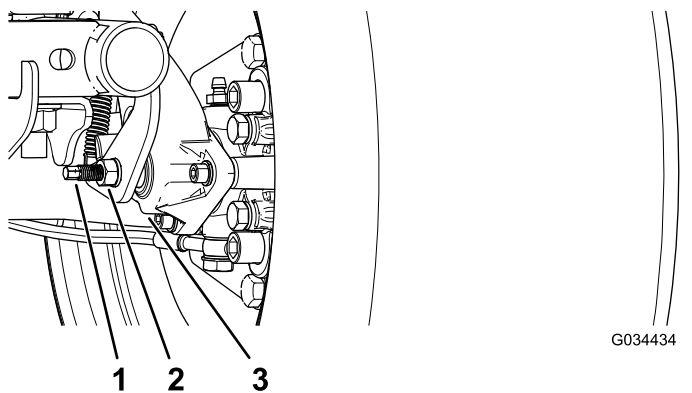

Figura 60
3. Con 2 llaves, sostenga en su sitio el poste de ajuste en la pinza con 1 llave y afloje la contratuerca 1/4 de giro con la otra llave (Figura 60).
4. Mientras sostiene el poste de ajuste y la contratuerca en su sitio, gire el poste hacia dentro para apretarlo (Figura 60).
5. Mientras sostiene el poste de ajuste y la contratuerca en su sitio, retroceda atrás 1/4 de giro (Figura 60).
6. Mientras sostiene el poste de ajuste y la contratuerca en su sitio, apriete la contratuerca (Figura 60).